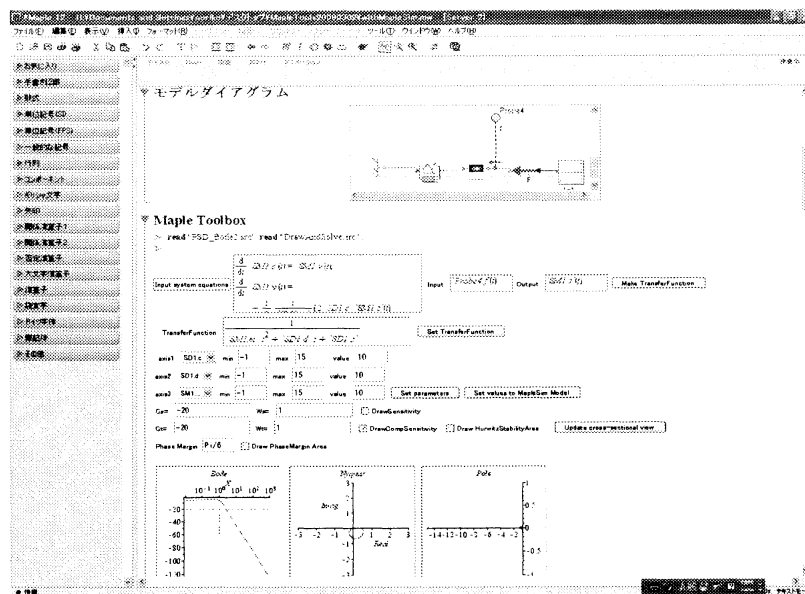

図 7: MapleSim 連携対応 Maple ツールボックス
2. MapleSim 上で「ドキュメントフォルダを表示」ボタンを押下し、リストから Maple ツールボックステンプレートを選択し、Maple ツールボックスを起動する。図 7 は MapleSim から呼び出された Maple ツールボックスワークシートである。